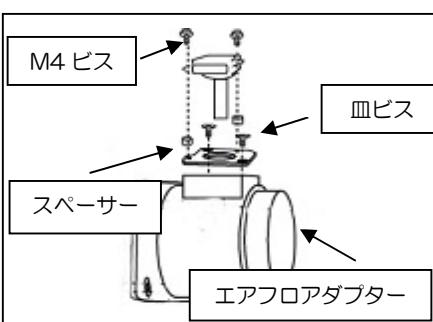

図4
- ①図4を参考にエアフロアダプターにエアフロプレート、エアフロセンサーを組み立てます。